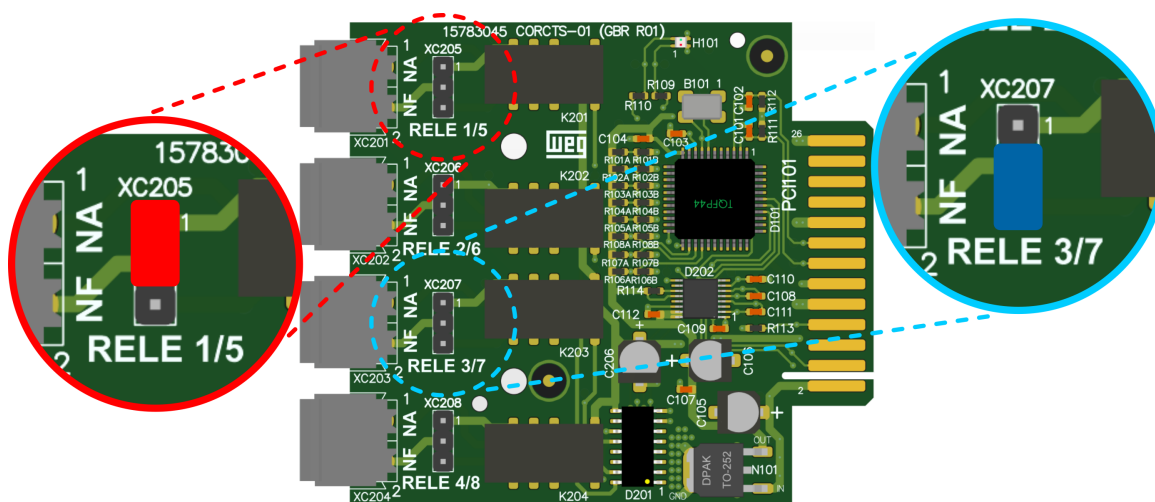

Figura 5.2: Jumpers para configuração.
- Realize a configuração dos contatos (NA ou NF) através dos *jumpers* individuais presentes no acessório, conforme mostra a Figura 5.2².